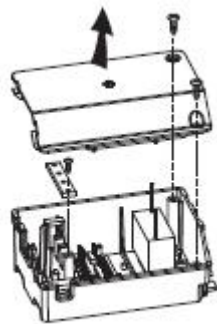
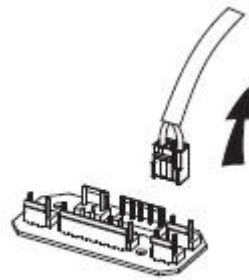

Abb. 1
Abb. 2
- Suchen Sie die Anschlussdose, lösen Sie die Schrauben an der Abdeckung der Anschlussdose und nehmen Sie die Abdeckung ab (wenn eine Kabelklemmplatte vorhanden ist, die das Lichtkabel festhält, muss diese zuerst entfernt werden). Siehe Abb. 1. Suchen Sie den Anschluss des Lichtanschlusskabels und ziehen Sie ihn heraus. Siehe Abb. 2.